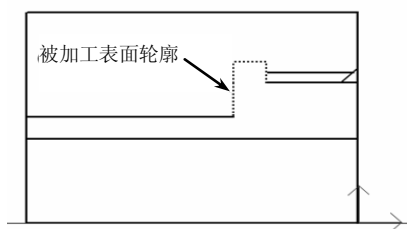

图 6-91 拾取切槽加工表面轮廓
(2) 拾取加工轮廓 当单击“切槽参数表”对话框中的“确定”按钮后，在状态栏中系统提示拾取被加工工件表面轮廓，单击立即菜单，在其下拉菜单中选取“单个拾取”方式，拾取切槽加工工件表面轮廓，如图 6-91 所示，所有选择的线条都变成了红色，然后单击右键结束被加工工件表面轮廓的拾取，系统提示确定进退刀点。